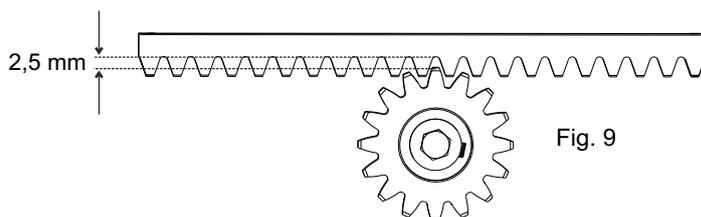

Fig. 9
5.6. toda la cremallera va levantada de 2,5 mm para evitar que el peso de la cancela llegue hasta el piñon, Fig. 9;